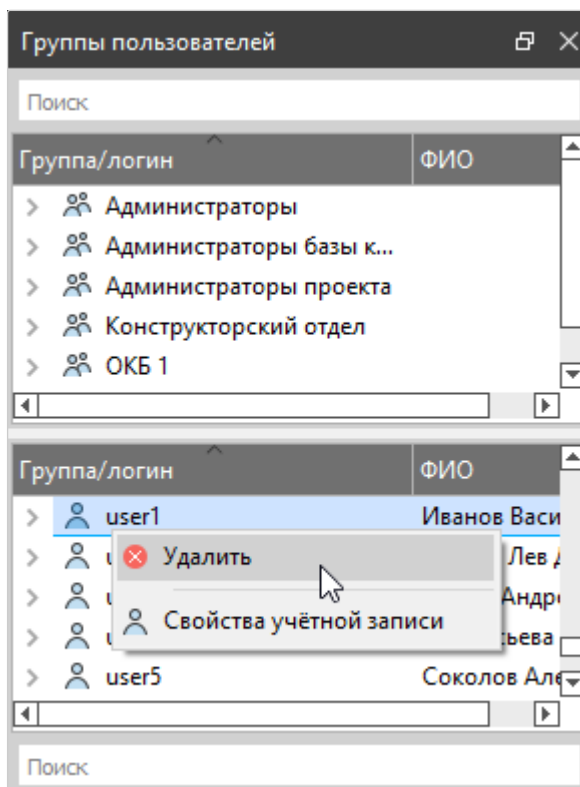

Рисунок 80. Удаление пользователя
- 1) В окне «Группы пользователей» щелкнуть правой кнопкой мыши по пользователю и в открывшемся контекстном меню выбрать пункт «Удалить» (см. рисунок 80);